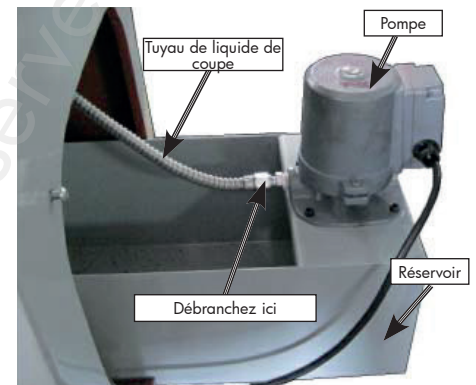

Fig. 82 Pompe et réservoir de liquide de coupe
2. Enlevez le couvercle ventilé et tirez le réservoir vers l'extérieur, comme indiqué sur la figure 82.
5. Enlevez le couvercle ventilé et tirez le réservoir à moitié hors du socle, comme illustré sur la figure 82. Si nécessaire, débranchez le tuyau de liquide de coupe de la pompe, comme illustré sur la figure 82.